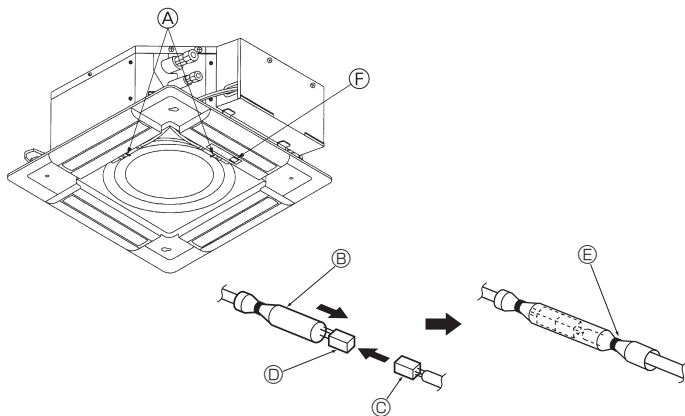

Fig. 8-8
8.3.4. Σύνδεση καλωδίων (Fig. 8-8)